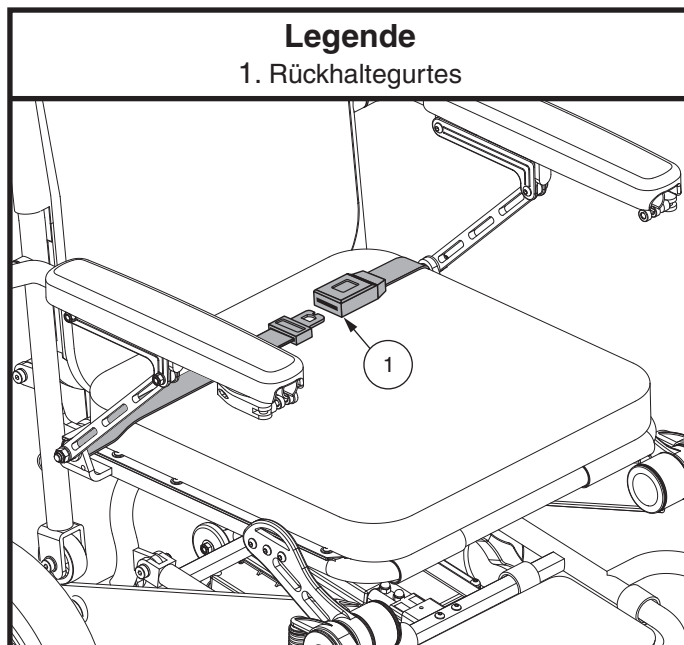

Abb. 12. Anpassung des Rückhaltegurtes
Ein Rückhaltegurt ähnlich einem AutoSicherheitsgurt steht Ihnen als Zusatzausstattung für Ihren Elektrorollstuhl zur Verfügung. **Siehe Abb. 12.** Der Rückhaltegurt gibt dem Benutzer Halt, so dass er nicht nach vorne oder aus dem Sitz rutscht. Der Rückhaltegurt ist nicht als Sicherheitsgurt entwickelt worden.
1. Nach dem Einsetzen stecken Sie die Metallasche an einer Seite des Gurtes in das Plastikgehäuse auf der gegenüberliegenden Seite, bis Sie einen Klick hören. **Siehe Abb. 12.**